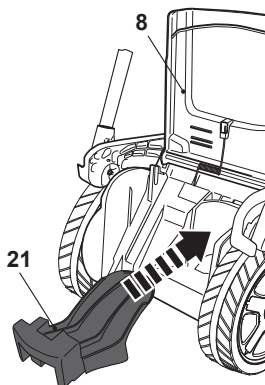

Fig. 21
- > Abra el protector de deflector (8) y manténgalo en posición.
- > Retire el recogedor de hierba (13) si fuera necesario.
- > Inserte el accesorio triturador (21) en el canal de descarga trasero (22) (Fig. 21).